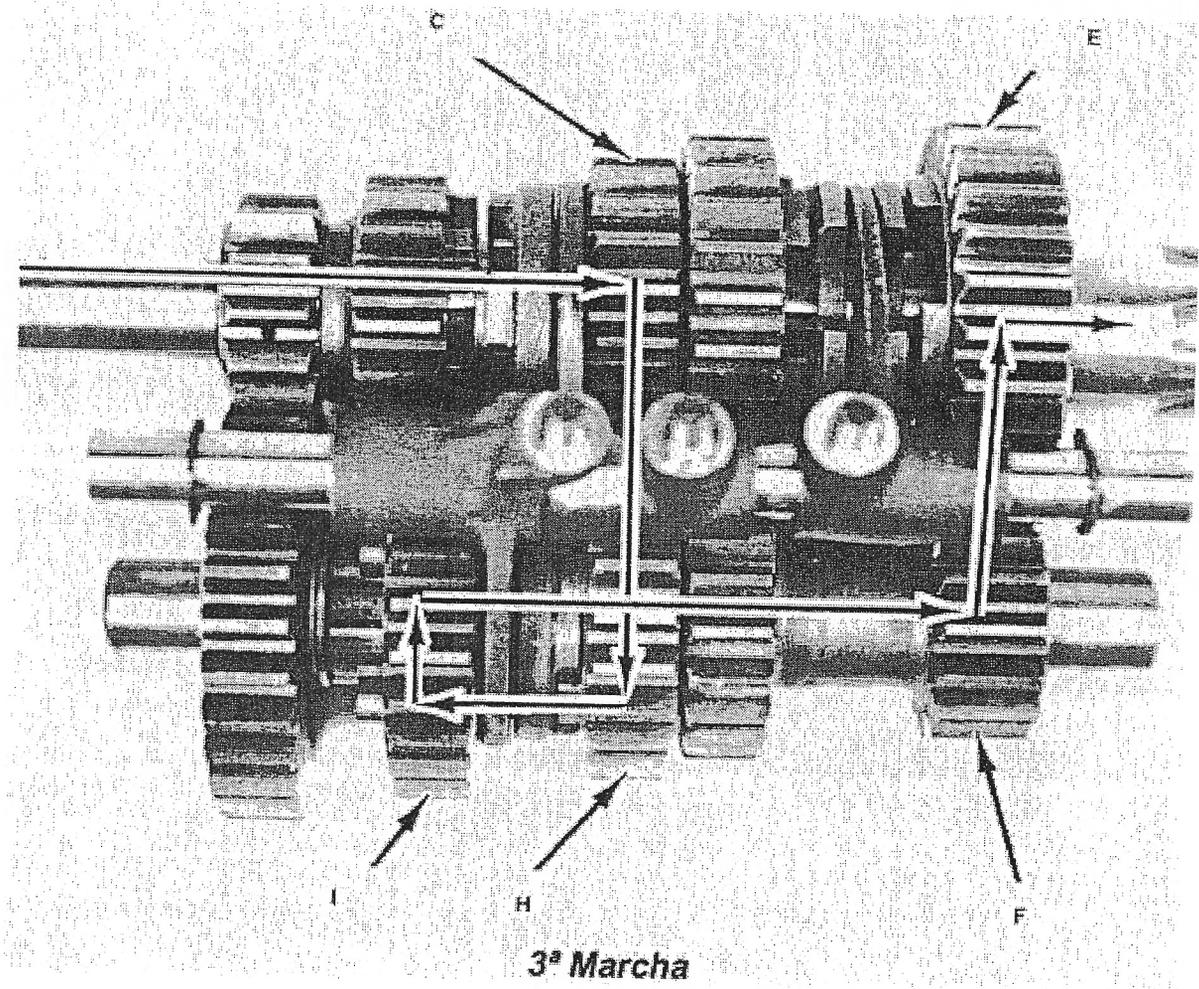

FIG. 35
7. **Tercera.** La palanca de cambio se levanta de nuevo para pasar de 2° a 3ª. Cuando el eje gira la horquilla se desplaza hacia arriba, haciendo girar el tambor en el sentido de las agujas del reloj. El piñón C se retira hacia la derecha, desengranándose del piñón B y volviendo a su posición en punto muerto. El piñón I se desliza a la derecha engranándose con H. La caja está ahora en tercera como se ve en la Fig 35: El movimiento pasa al piñón C que SI está unido al eje. Su piñón contrario en el eje secundario H, NO está unido a él , pero el I al que está engranado SI lo está. Por lo tanto el movimiento se transmite al eje que hace girar el piñón F que hace girar a E que a su vez mueve el piñón de salida, la cadena y la rueda. Para calcular la relación de cambio de la tercera marcha, divide el número de dientes de H entre los de C. Divide el número de dientes de E entre los de F. Multiplica los dos resultados y esa es su relación.